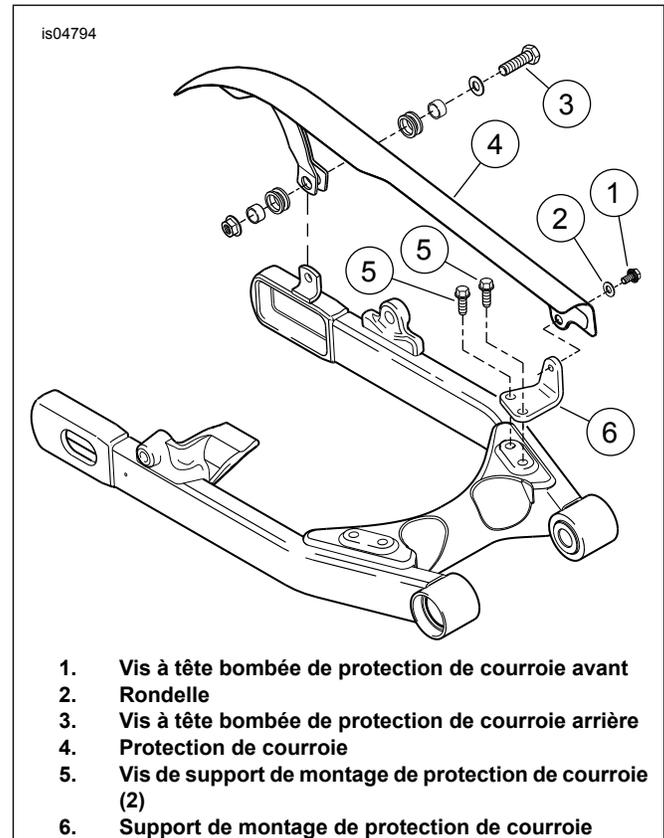
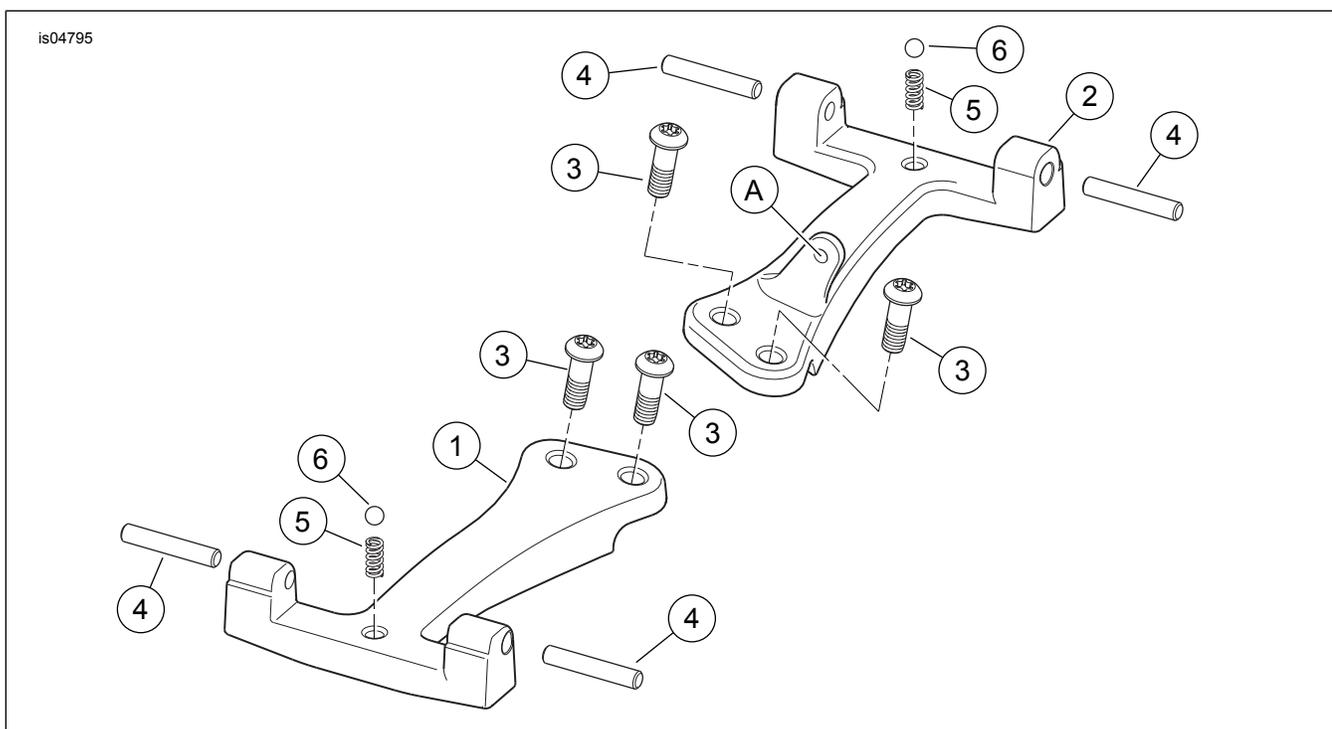

Figure 1. Composants de fixation de protection de courroie
Figure 2. Pièces détachées : kit de support de marchepied de passager
Voir Figure 2 et Tableau 1.
1. Voir Figure 1. Sur le côté gauche du cadre, **retirer et conserver** la vis à tête bombée creuse hexagonale de la protection de courroie (1) et la rondelle plate (2).
2. **Desserrer** la vis à tête bombée creuse hexagonale de protection de courroie arrière (3). Tourner la protection de courroie (4) vers le haut et loin de la position avant.
3. En utilisant un tournevis T-45 TORX[®], retirer et **jeter** les vis du support de montage de protection de courroie (5) et le support de montage de protection de courroie (6).
1. Voir Figure 2. Sur le côté droit de la moto, installer le support de marchepied de passager de droite (1) en utilisant deux vis tranchantes (3) du kit. En utilisant un tournevis TORX® T-45, serrer les vis à un couple de 34–47,7 N·m (25–35 ft-lbs).
2. Sur le côté gauche de la moto, installer le support de marchepied de passager de gauche (2) en utilisant les deux autres vis tranchantes du kit. Serrer les vis à un couple de 34–47,7 N·m (25–35 ft-lbs).
3. Voir Figure 1. Prendre la vis (1) et la rondelle (2) conservées lors de l'étape 1 de préparation. Mettre en place la protection de courroie (4). Introduire le filetage de la vis dans le trou taraudé (Figure 2, A) sur le support de marchepied de passager de gauche. Serrer la vis à un couple de 13,6–20,3 N·m (10–15 ft-lbs).
4. Serrer la vis à tête bombée creuse hexagonale de protection de courroie arrière (3) à un couple de 13,6–20,3 N·m (10–15 ft-lbs). Vérifier que la protection de courroie ne touche pas la courroie lorsque la fourche arrière est en mouvement.